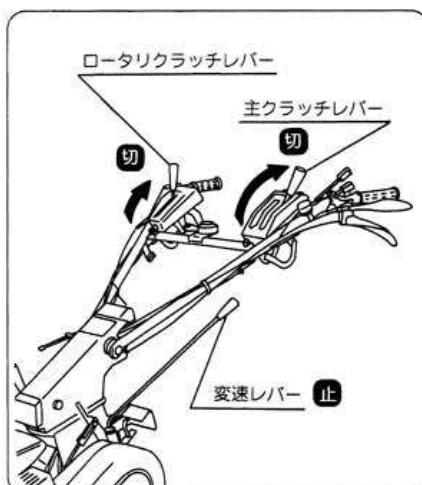

図22
- ① 主クラッチレバーを手前に引いて【切】位置にしてください。(図22)
- ② 変速レバーを【止(N)】位置にしてください。(図22)
- ③ ロータリクラッチレバーを手前に引いて【切】位置にしてください。(図22)
- ④ スロットルレバーを【低速(L)】位置にしてください。
- ⑤ 坂道や傾斜地では、安全のために車止めを車輪の前後に置いてください。